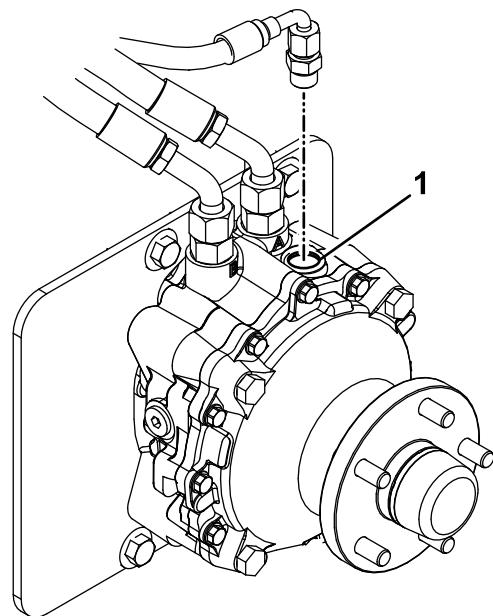

Bild 71
9. Entfernen Sie die Füllschraube an der Oberseite jedes Radmotors (Bild 71).